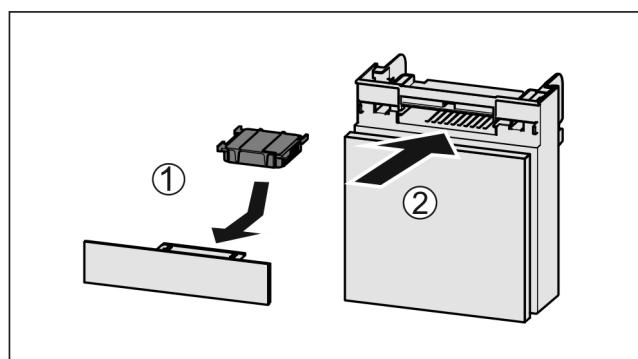

Fig. 100
- Поставете Fig. 100 (1) филтъра с активен въглен, както е показано на фигурата.
- Вкарайте Fig. 100 (2) отделението.